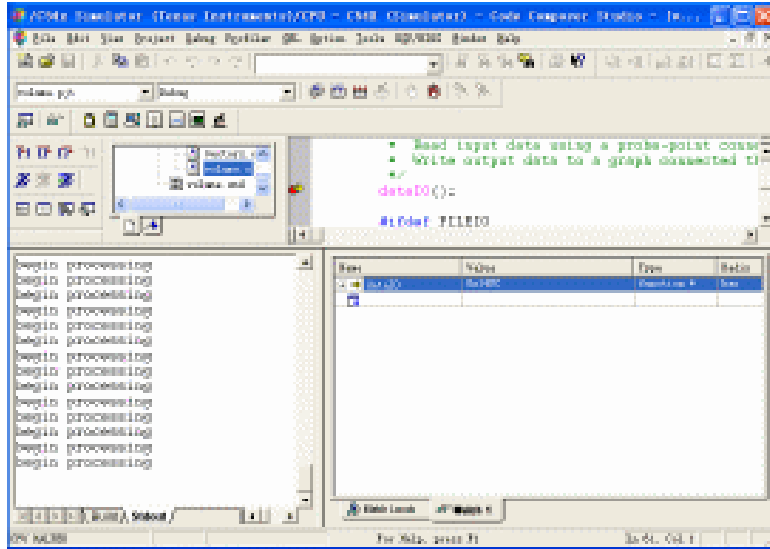

图 1-9 变量观察窗口 (二)
(6) 程序如果未回到 main 处，选择 **Debug Go Main**。
(7) 选择 **Debug Run**，或按 F5 键，或单击工具条中的  (Run)。
(8) 选择 **Watch1** 选项。
(9) 在 **Name** 栏单击表达式按钮 ，并将 dataIO 作为变量名输入。
(10) 单击观察窗口的空白处保存设置，变量值会立即显示出来，如图 1-9 所示。
(11) 单击  (Step Over) 或按 F10 键单步调用执行指令 dataIO()。